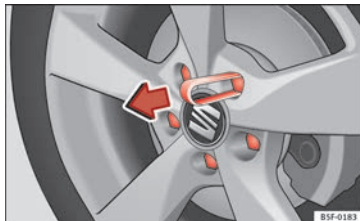

Fig. 123 Extrair a tampa do parafuso da roda.
- Aplique o grampo de plástico na tampa até que os entalhes de retenção interiores do grampo toquem no casquilho da tampa e remova-a » **Fig. 123**.